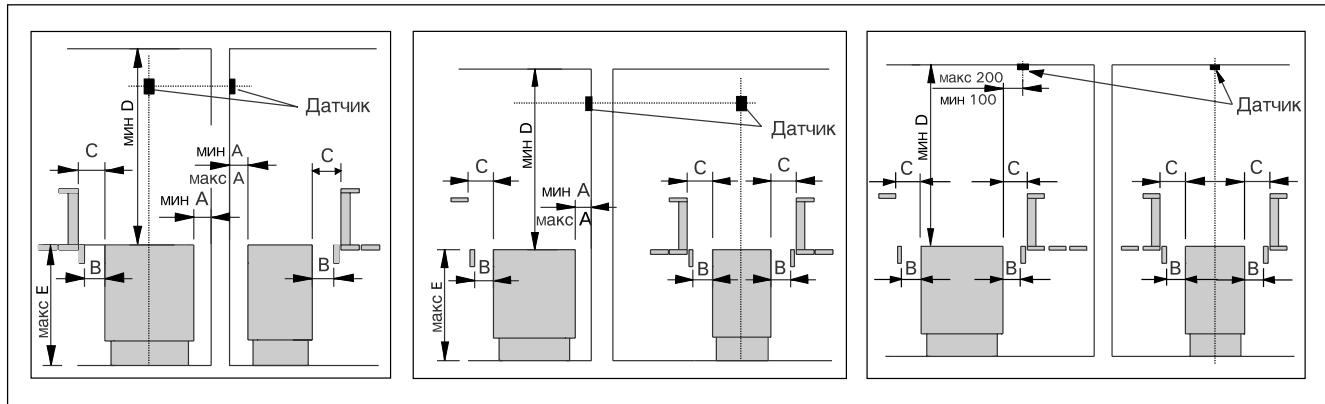

Рис. 3. Безопасные расстояния каменки. Вним.! Если значение Е больше Е макс., то И мин. = С мин.
- При расположении каменки выполняются условия минимальных расстояний, изображенных на рис. 3 и указанных в таблице 1.
Перед установкой необходимо принять во внимание минимальные расстояния до легковозгораемых материалов. См. табл. 1 и рис. 3.